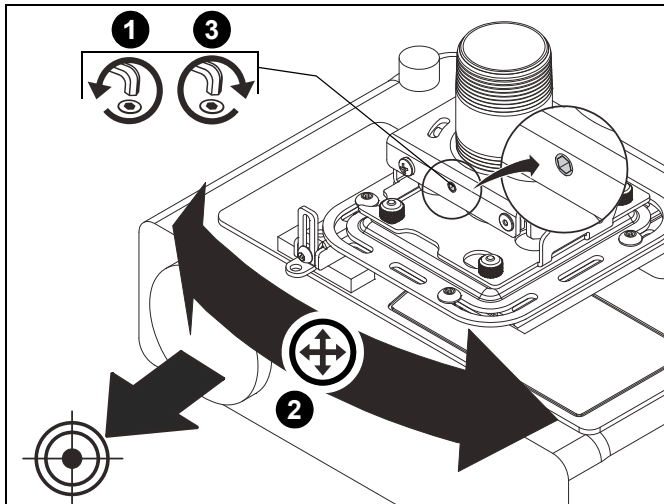

Figura 19
1. Afloje el tornillo de ajuste de oscilación con la llave hexagonal de 5/32". (Consulte Figura 19)